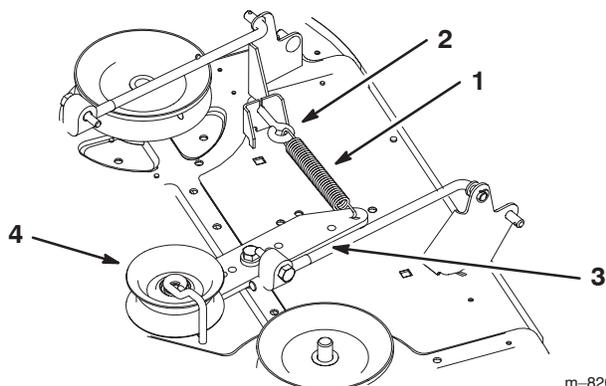

Figure 38
7. Décrochez le ressort situé sur le bras de la poulie de tension de la patte du plateau de coupe (Fig. 38).